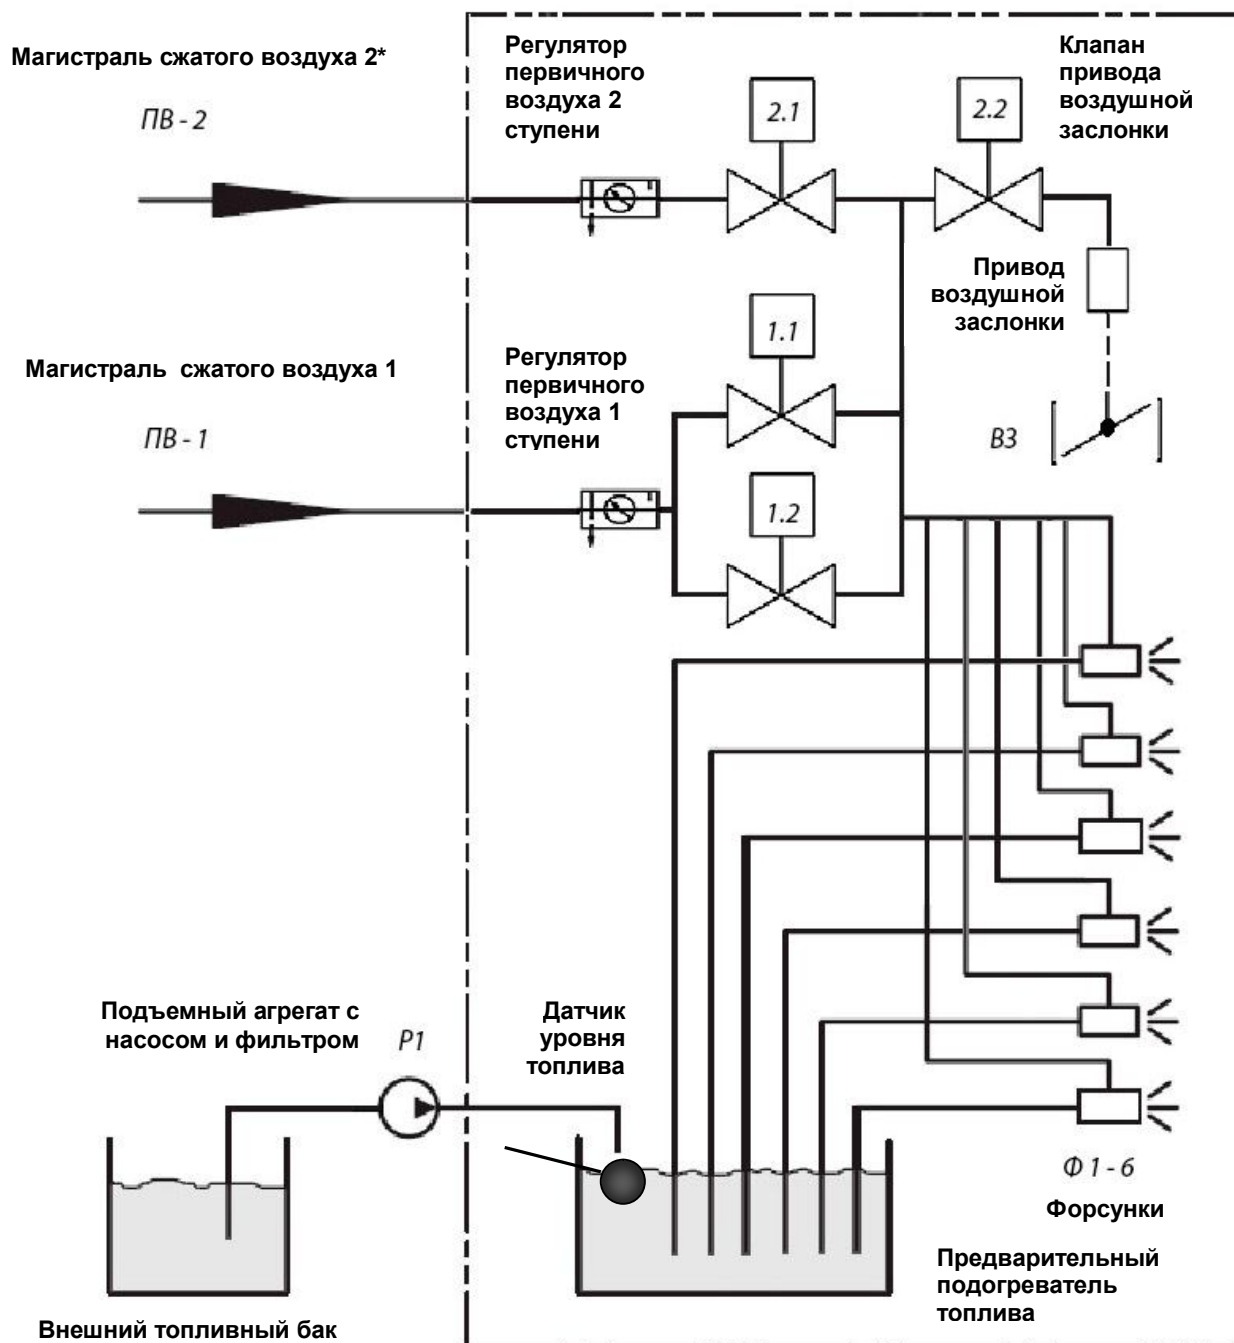
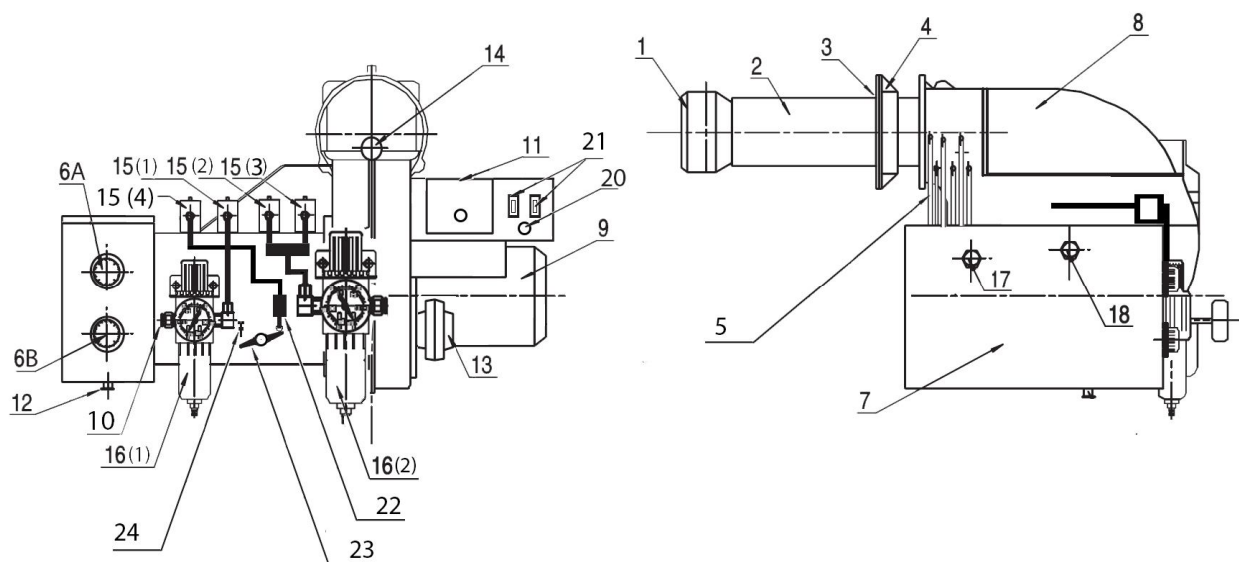

Рис. 3 Принципиальная схема горелки NORTEC WB 650
Рис. 4. Элементы горелок NORTEC WB
1. По сигналу от датчика уровня топлива, расположенного в емкости предварительного подогревателя топлива 7 (рис. 4), насос подъемного агрегата Р1 начинает заполнять емкость. В определенном положении поплавка срабатывает микровыключатель – емкость заполнена, насос выключается.
5. В начале процедуры запуска горелка осуществляет продувку камеры сгорания, при этом клапаны подачи топлива на форсунки закрыты. После окончания продувки, блок управления дает команду на розжиг и открывает электромагнитные клапаны подачи первичного воздуха магистрали №1 (15(2) и 15(3) на рис. 4). Воздух проходит через фильтр-влагоотделитель 16(2), на котором имеется регулятор давления и манометр. Величина давления первичного воздуха магистрали №1 задается в пределах 0.2 – 0.4 МПа.
9. Спустя 10-15 секунд (время задержки), блок управления разрешает открытие электромагнитного клапана магистрали №2 (15(1) на рис. 4), и горелка готова к работе 2-й ступени.
10. Включение/выключение электромагнитного клапана 15(1) 2-й ступени определяется внешним термостатом Т2 или ручным переключателем, подключенным вместо данного термостата. Если вместо термостата Т2 установлена перемычка, горелка будет постоянно работать на 2 ступени.
11. В момент открытия электромагнитного клапана 2-й ступени 15(1) срабатывает также электромагнитный клапан 15(4) пневмопривода заслонки 23 вторичного воздуха (рис. 3), и сжатый воздух из магистрали попадает на управляющий элемент привода заслонки 22, который открывает ее до заданного при настройке положения. Клапан 15(4) служит для предотвращения подачи давления воздуха на управляющий элемент заслонки из общего воздушного коллектора горелки при неработающей 2-й ступени.
Заслонка вторичного воздуха 23 (рис. 3) служит для регулировки горелки в зависимости от противодавления камеры сгорания котла на максимально полное сгорание топлива.
Данное значение выставляется на регуляторе 1-й ступени (16(2) на рис. 3).